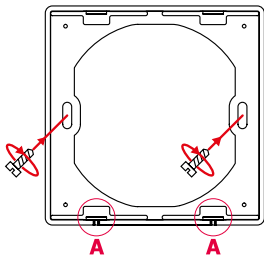
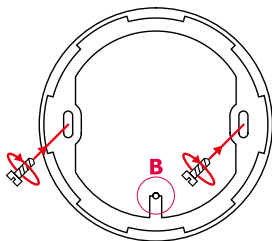

Рис. 1. Крепление на монтажной коробке пластиковой рамки терморегулятора серий TAKTO, ORTO.
Рис. 2. Крепление на монтажной коробке пластиковой рамки терморегулятора серии RONDA.
- Закрепите на монтажной коробке специальную пластиковую рамку с помощью двух саморезов (рис. 1 или рис. 2).